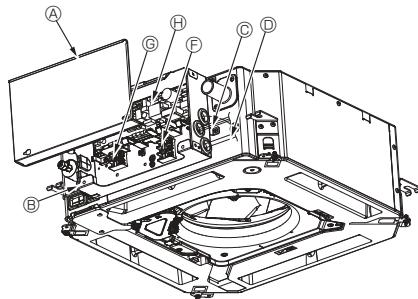
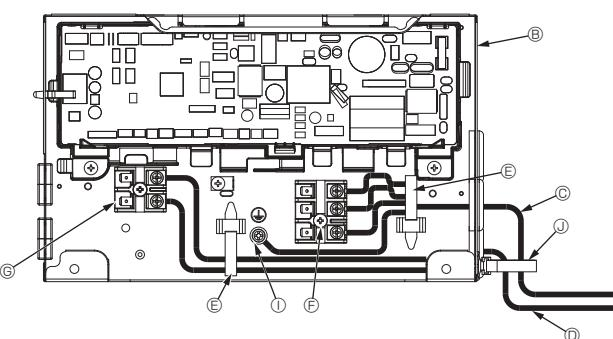
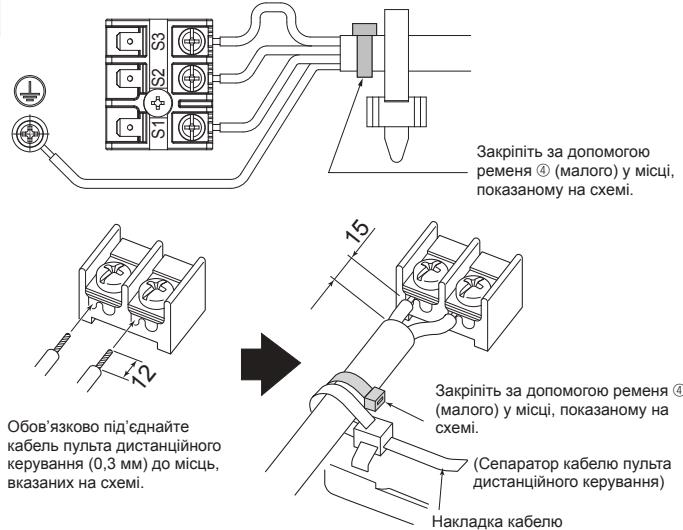

Fig. 7-1
Fig. 7-2
Fig. 7-3
7.2. Внутрішній блок (Fig. 7-1) (Fig. 7-2) (Fig. 7-3)